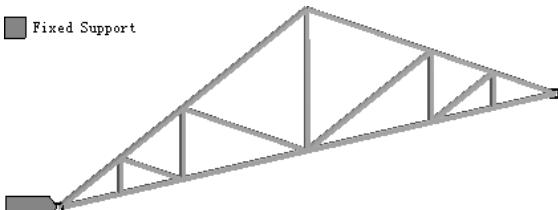

图 7.8.8 添加固定约束
步骤 04 添加固定约束。在“Outline”窗口中右击 Static Structural (AS) 选项，在弹出的快捷菜单中选择 **Insert** \rightarrow Fixed Support 命令，弹出“Details of ‘Fixed Support’”对话框；选取图 7.8.8 所示的两个点为固定对象，在 **Geometry** 后的文本框中单击 **Apply** 按钮；完成固定约束的添加，结果如图 7.8.8 所示。